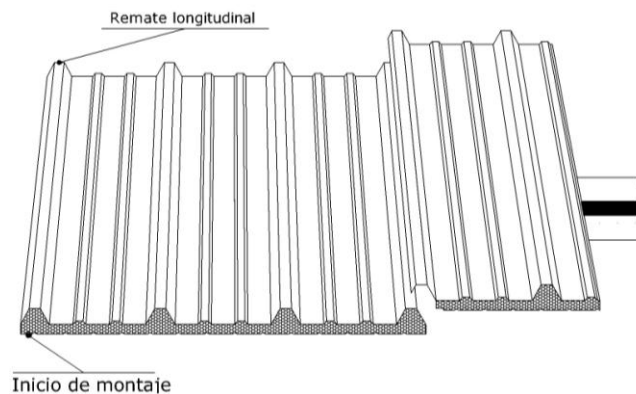

Fig. 10
6. La instalación del segundo panel se realiza sobreponiendo la cresta vacía sobre la cresta llena del primer panel. (Fig.10)